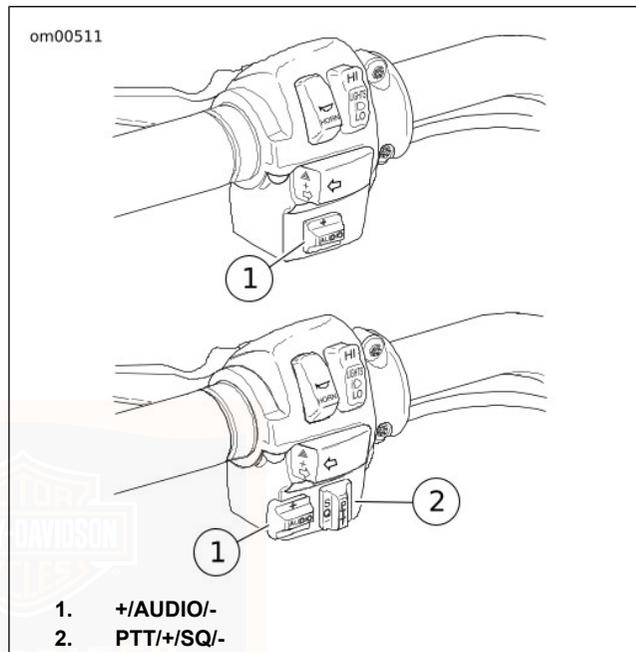

Figure 28. Commandes audio gauches : FLHTC, FLHX supérieure – FLHTCU, FLHTK, FLTRX inférieure
2. **Réglage du volume** : Voir Figure 28. Ajuster le volume avec le commutateur de commande **AUDIO** (1) situé sur la poignée gauche. Enfoncer le commutateur de commande **AUDIO** vers le haut (+) pour augmenter le volume ou vers le bas (-) pour diminuer le volume.
3. **Accord manuel** : Maintenir enfoncée la **flèche du haut** ou la **flèche du bas** jusqu'à ce que la fréquence radio souhaitée soit affichée dans l'écran à cristaux liquides (8).
2. **Transmission** : Maintenir enfoncé le commutateur PTT du conducteur (Figure 28) ou le commutateur PTT du passager (Figure 35) pour transmettre. Pour terminer la transmission, relâcher le commutateur **PTT**.
3. **Transmission** : Maintenir enfoncé le commutateur PTT du conducteur (Figure 28) ou le commutateur PTT du passager (Figure 35) pour transmettre. Pour terminer la transmission, relâcher le commutateur **PTT**.
Voir Figure 28. Faciles à actionner pendant la conduite, les commandes audio sont montées sur le boîtier de commutateurs gauche de la poignée gauche.
AUDIO : Voir Figure 28. Appuyer sur le commutateur de commande **AUDIO** pour accéder au menu Audio/Setup (audio/réglage) de l'affichage à cristaux liquides. Appuyer sur **AUDIO** et relâcher ou appuyer sur la touche programmable pour basculer vers la fonction affichée suivante dans la progression de Bass (graves), à Treble (aigus), à Fade (équilibre), à Display (affichage), à Volume puis à AVC (commande automatique de volume).
Voir Figure 28. Le commutateur « pousser pour parler » (**PTT**) et de réglage de silencieux (**+/-SQ/-**) est situé sur l'ensemble de commutateurs de gauche du guidon.